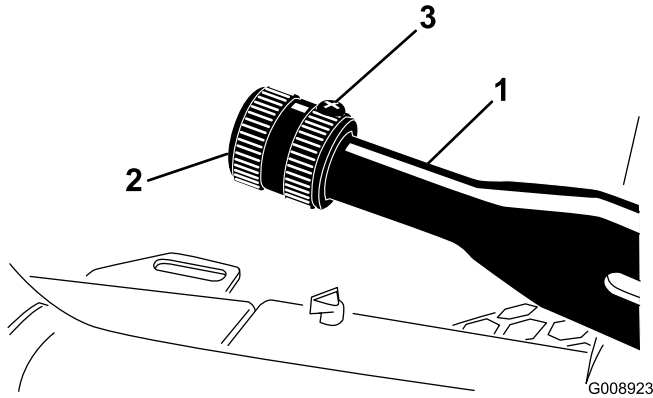

図 52
1. ブレーキレバーに調整ノブを固定している固定ネジをゆるめる (図 52)。